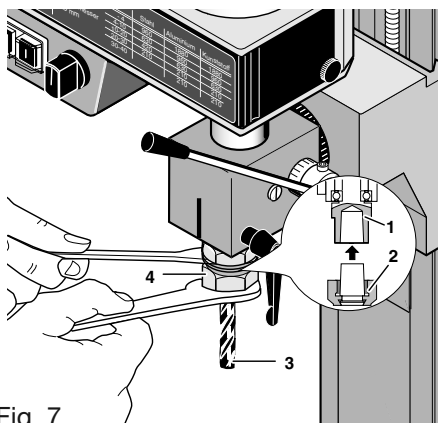

Fig. 7
4.3	Montage der Spannzangen (Fig. 7 und 8)